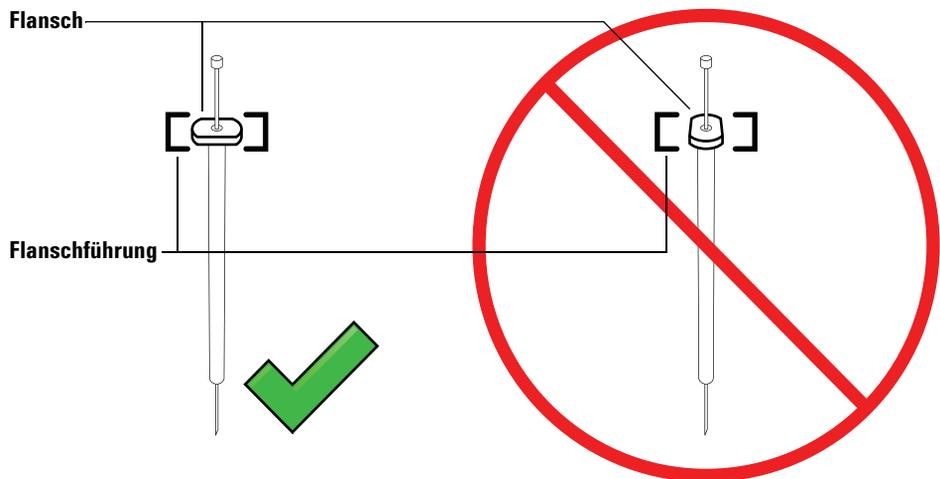

Abb. 91 Ausrichtung des Spritzenflansches
- 7 Richten Sie den Spritzenflansch an der Flanschführung aus und drücken Sie die Spritze in Position. Das Nadelende muss sich dabei in der Führungsöffnung des Nadelführungsfußes befinden. Achten Sie darauf, dass die flache Kante des Spritzenflansches nach außen zeigt (Abb. 91).